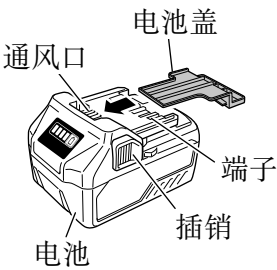

图 6
- 或者将电池装在电动工具中，或者在牢固按入电池盖并挡住通风孔后再存放，以防止短路。（参照图 6）